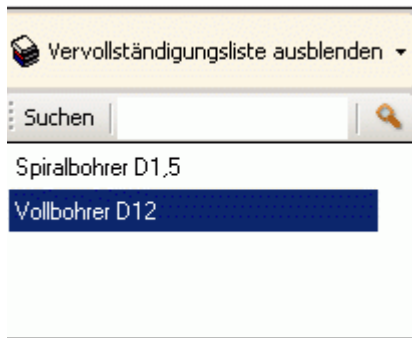

Abbildung 12.1: Autovervollständigungsliste
- 12.3. Unter ‚Autovervollständigung einblenden‘ Abbildung 12.1 sind alle Elemente enthalten die automatisch oder wie unter Punkt 8.5. beschrieben eingefügt wurden.